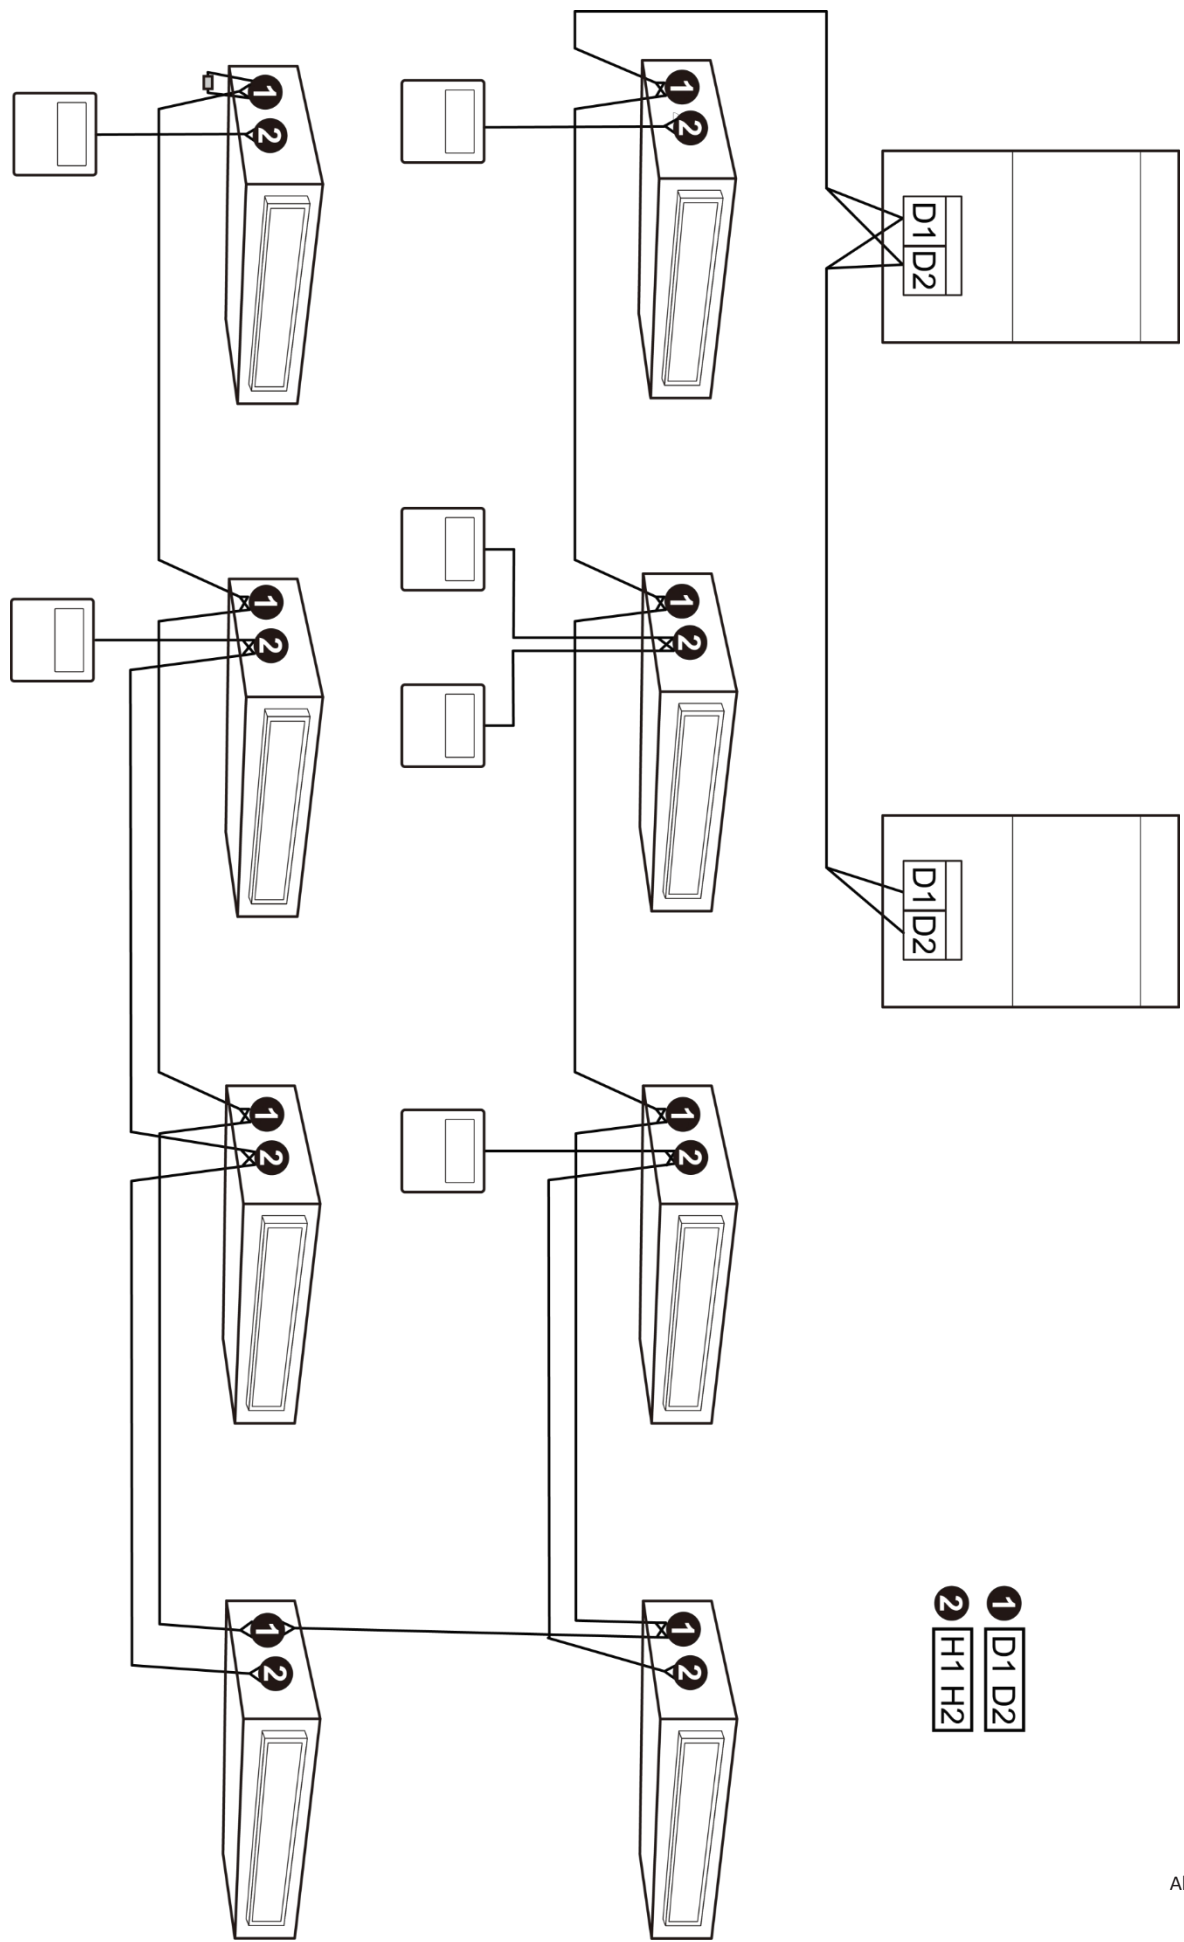

Abb. 5.7
- 4 Eine kabelgebundene Steuerung kann 16 Innengeräte gleichzeitig steuern. (siehe Abb. 5.7)